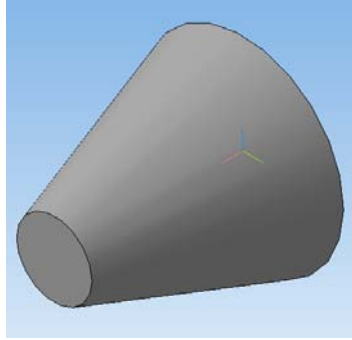

Рис. 3.9. Модель ручки
2. Применив **операцию вращения** необходимо получить ручку (рис. 3.9).